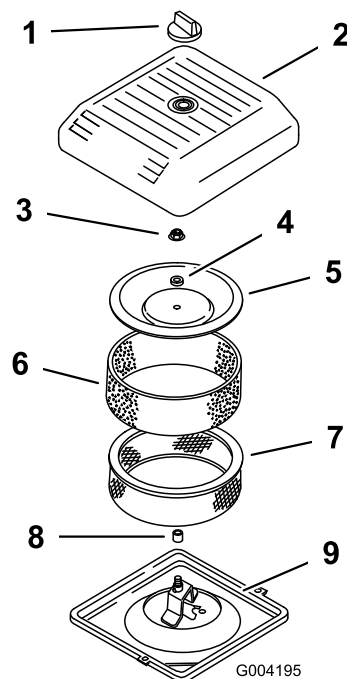

図 155
3. エアクリーナのカバーを固定しているノブを外し、カバーを取り出す(図 155)。
4. ペーパーエレメントについているスポンジエレメントを注意深く外す(図 155)。
5. カバーナットを外し、カバー、スペーサ、ペーパーエレメントを外す(図 155)。